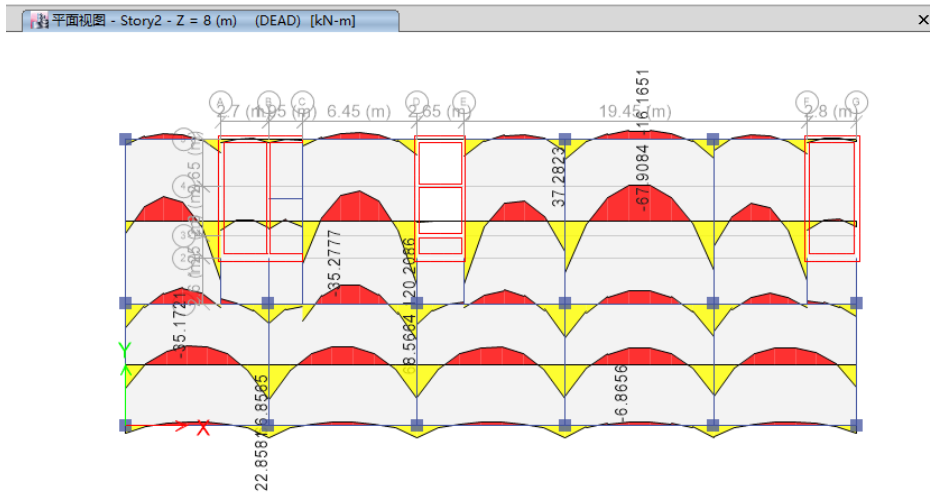

图 10-14 板带力结果
8. 点击菜单显示>力/应力图>板带力，弹出板带力对话框，点击应用按钮，可在视图中显示板带力如图 10-14 所示，鼠标放置在板带任意位置时，视图中显示当前位置处的结果。